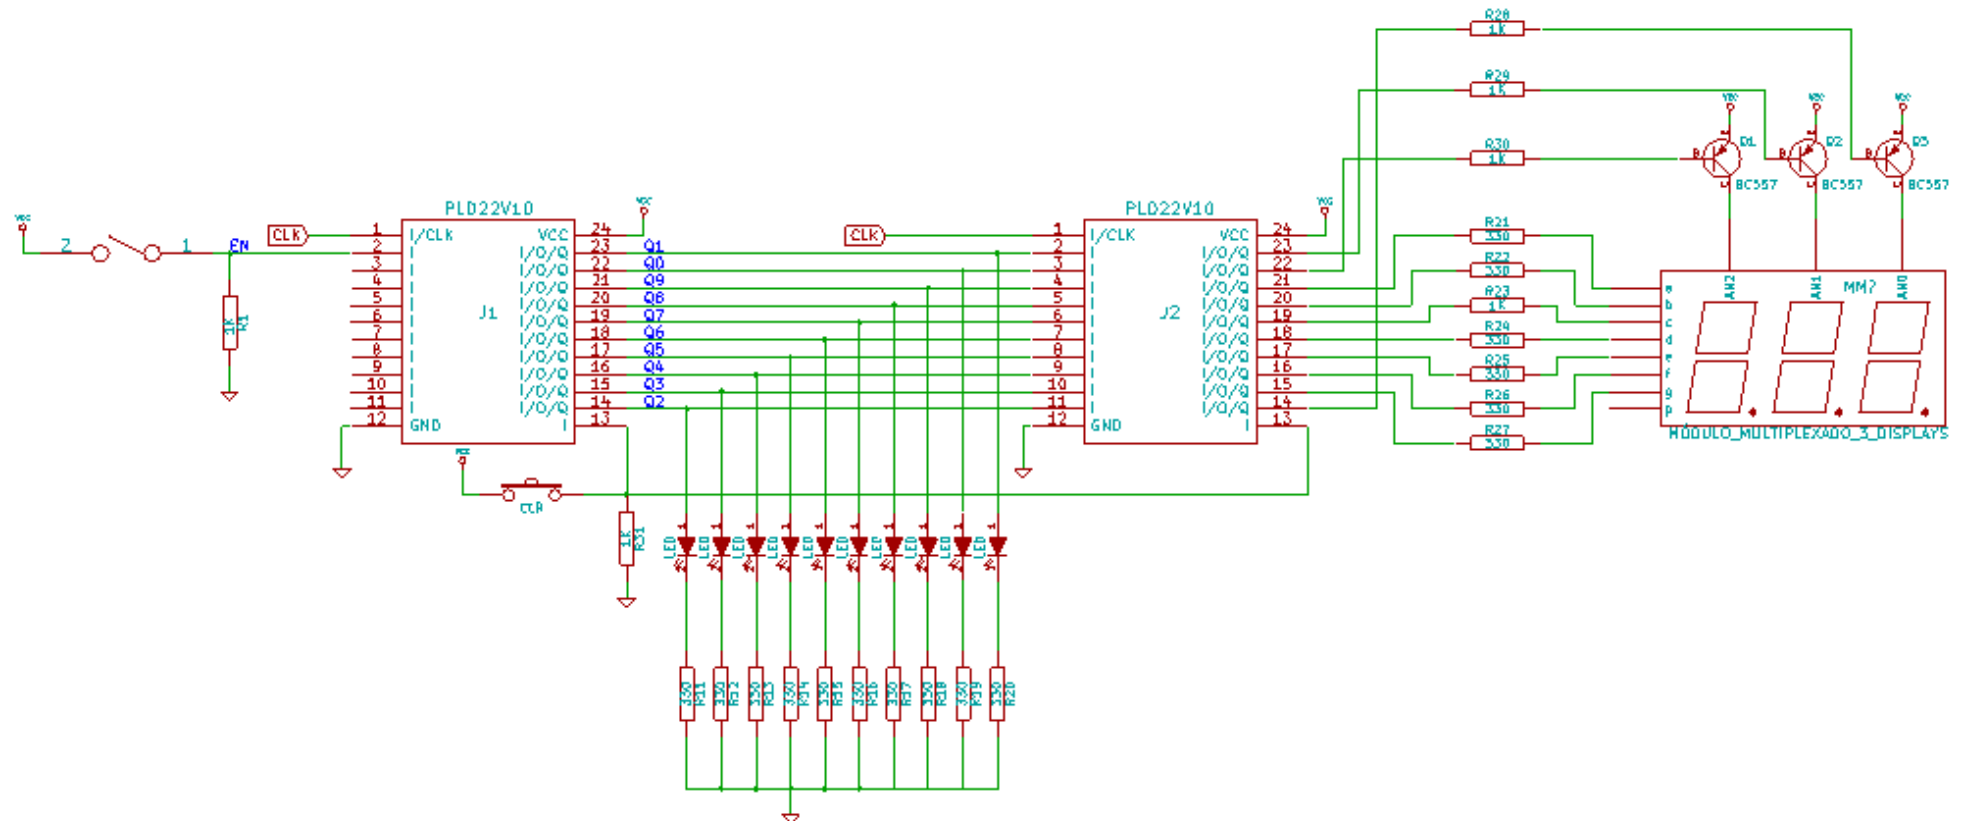

Ilustración 5 Diagrama esquemático.
3. Una vez simulado el sistema construir el circuito mostrado en la ilustración 5 para probarlo en el laboratorio. **En caso de usar la TEDDi este paso no es necesario.**